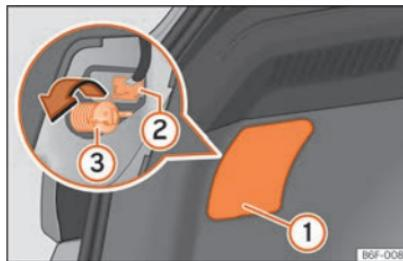
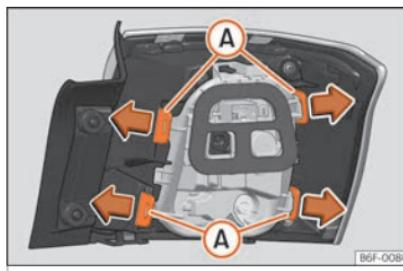

Fig. 57 Maletero: acceso al tornillo de fijación de la unidad de luz trasera.
Fig. 58 Lengüetas de fijación en la parte posterior de la unidad de luz trasera.
– Retire la tapa haciendo palanca con el lado plano de un destornillador en el rebaje **»» fig. 57 ①**.
- Extraiga el conector de la lámpara **②**.
- Desenrosque con la mano o con ayuda de un destornillador el tornillo de fijación del piloto **③**.
- Desmonte el portalámparas desbloqueando las lengüetas de fijación **»» fig. 58 A**.